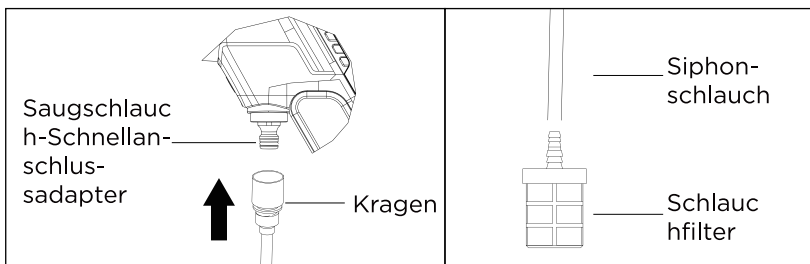

Abb. 5
ANSCHLUSS DES SAUGSCHLAUCHS AN DEN HOCHDRUCKREINIGER (Abb. 5)
3. Schieben Sie den Kragen auf den Schnellanschlussadapter, bis er sicher einrastet. (Abb. 5)